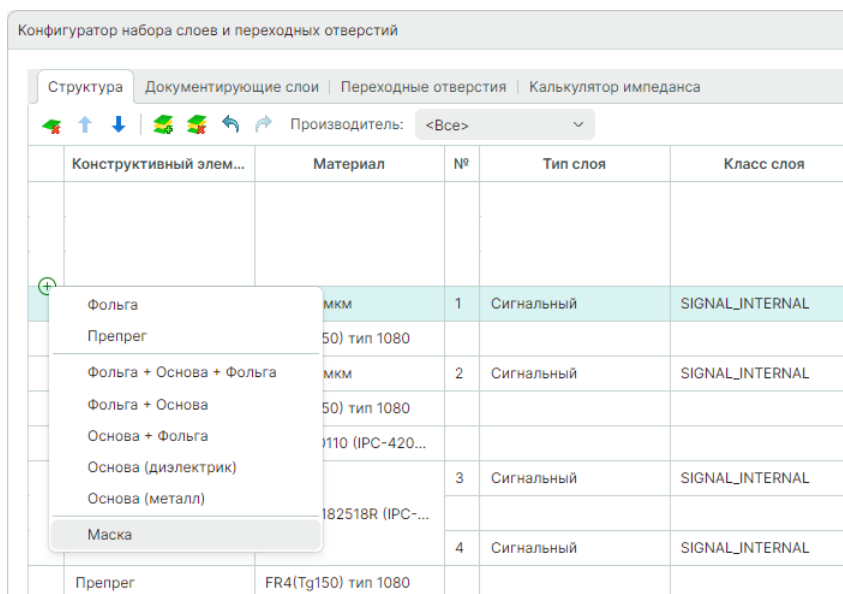

Рис. 103 Выбор конструктивного элемента
2. В выпадающем списке выберите конструктивный элемент, см. Рис. 103.